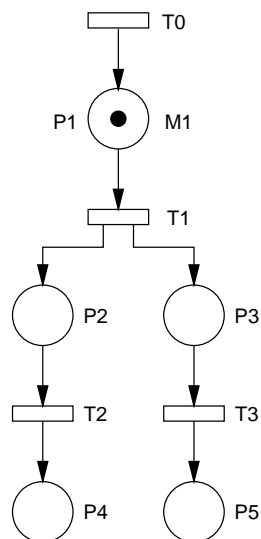

Figura 3: Rede de Petri associada a uma divisão.
3. Junção: por exemplo, uma plataforma e um conjunto de parafusos que devem ser montados juntos para produzir uma nova peça. Artigos passando por t_1 e t_2 evoluem independentemente, paralelamente e de modo assíncrono. A transição t_3 requer a presença simultânea de uma ficha em P_2 e P_3 (sincronização). No exemplo da figura 3, P_2 representa uma máquina livre, P_4 uma peça disponível no depósito e t_3 iniciar a montagem. Note que as fichas de P_2 e P_3 desaparecem de maneira síncrona, criando ao mesmo tempo uma nova ficha em P_4 .